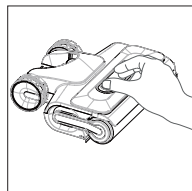

Fig. 12 – Retirada de la cubierta
- ▶ Retire la cubierta del rodillo de microfibra presionando a la vez los dos botones de desbloqueo de la parte superior y tirando de la cubierta hacia arriba (**véase Fig. 12**).